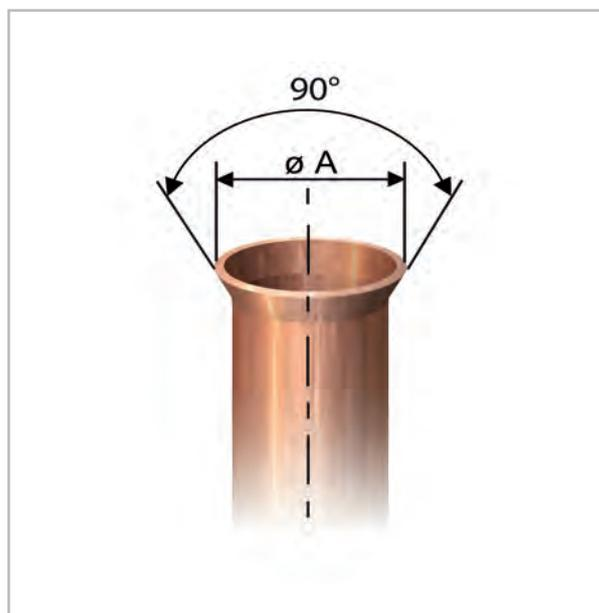

Fig. 32: Bord relevé de forme adéquate
9. ➤ Vérifiez que le bord relevé présente la forme adéquate (Voir la Fig. 32).